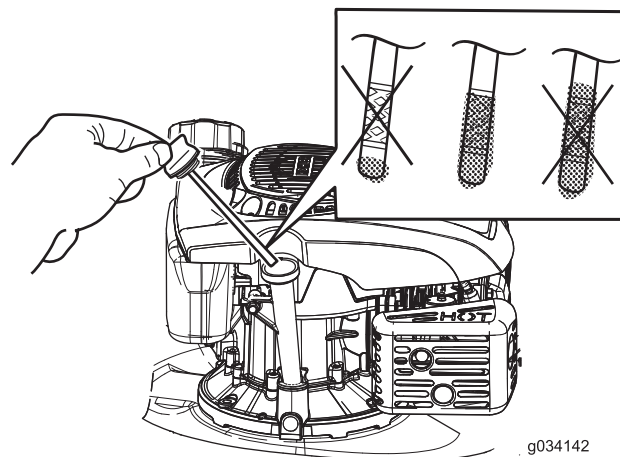

**Figure 21**
2. Inclinez la machine sur le côté (jauge en bas) pour vidanger l'huile usagée par le goulot de remplissage (Figure 21).